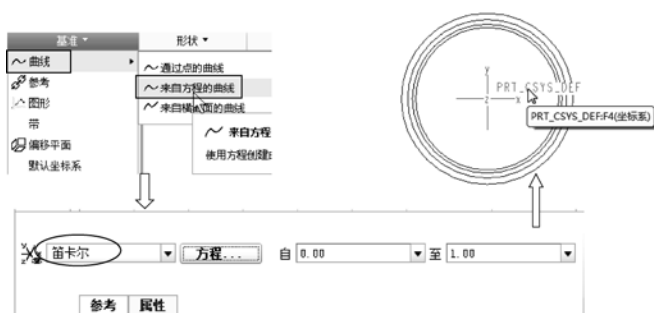

图 6-63 选择参考坐标系
- 04** 在“模型”选项卡的“基准”组中单击下拉按钮，单击“曲线”→“来自方程的曲线”按钮 ，打开操控板。在坐标类型中选择“笛卡尔”坐标系，并选择图形区中的笛卡尔坐标系，如图 6-63 所示。